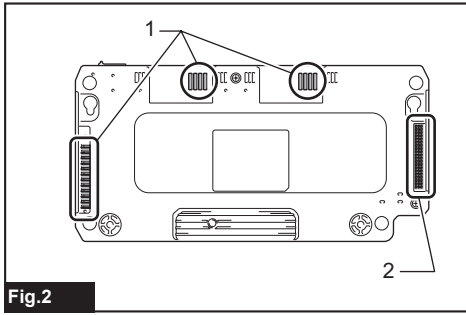

Fig.2
► **Рис.2:** 1. Вытяжное отверстие 2. Впускное отверстие